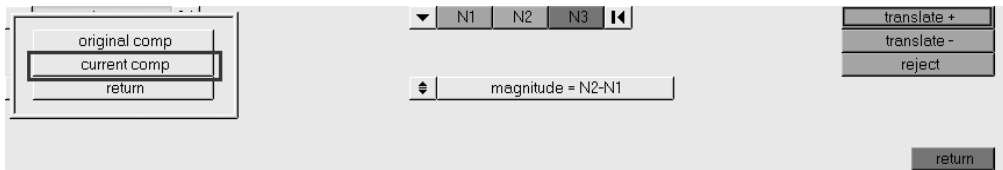

图 7-75 选择 current comp
(10) 在 translate 面板下单击 elems，通过 by collector 选择单元，再次单击 elems 选择 duplicate，在弹出的菜单中选择 current comp，如图 7-75 所示。